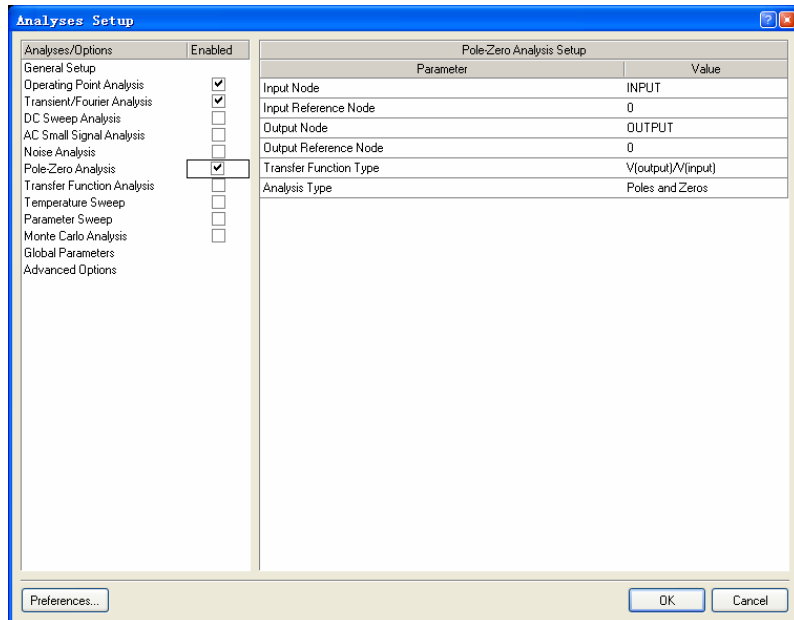

图 6.19 “Pole-Zero Analysis”设置界面
(3) 双击“5V”电压源，打开“Comonent Properties”对话框，设置“Value”属性为“30”并更改电压源的名称为“30V”。
(4) 选择主菜单栏中的“Design”->“Simulate”->“Mixed Sim”命令，打开“Analyses Setup”对话框。
(5) 勾选“Analyses/Options”列表中的“Pole-Zero Analysis”项，在“Analyses Setup”对话框中打开如图 6.19 所示的“Pole-Zero Analysis”设置界面。